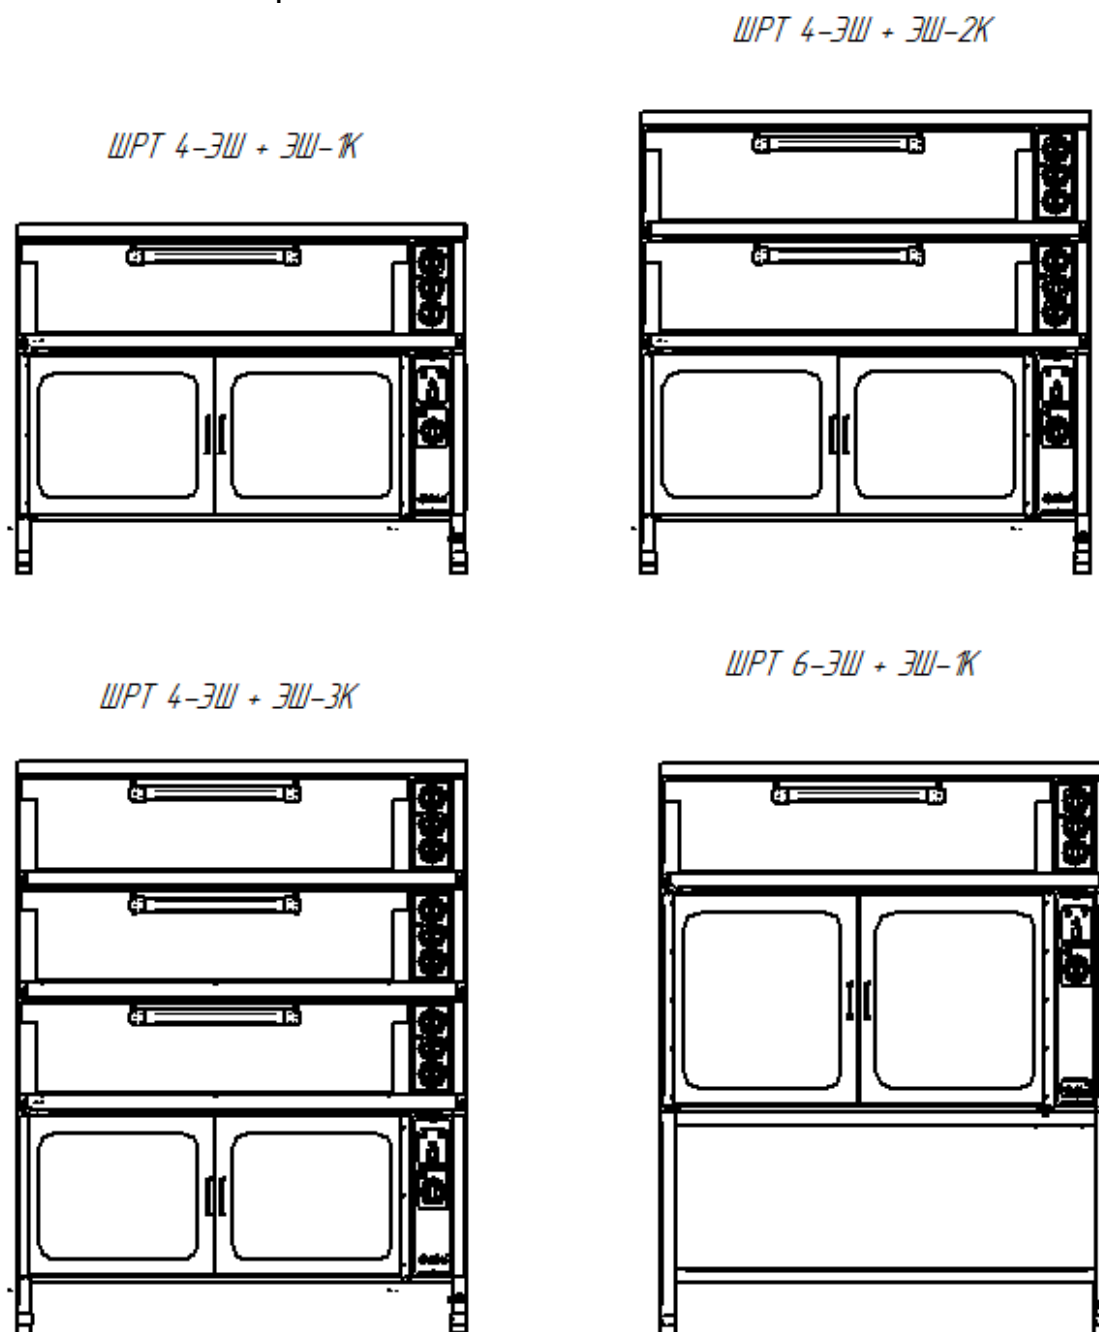

Рис. 1 Варианты установки шкафов ШРТ 4-ЭШ и ШРТ 6-ЭШ с модулями ЭШ
ШРТ 4-ЭШ, ШРТ 6-ЭШ не имеют верхней крышки, закрывающей доступ к токоведущим частям, и могут эксплуатироваться только совместно с электропекарными шкафами ЭШ-1К, ЭШ-2К, ЭШ-3К, которые закрывают верхнюю часть шкафа (рис. 1).
- - установить изделие согласно варианту установки модуля ШРТ-ЭШ (см. табл. 3 и рис. 1).